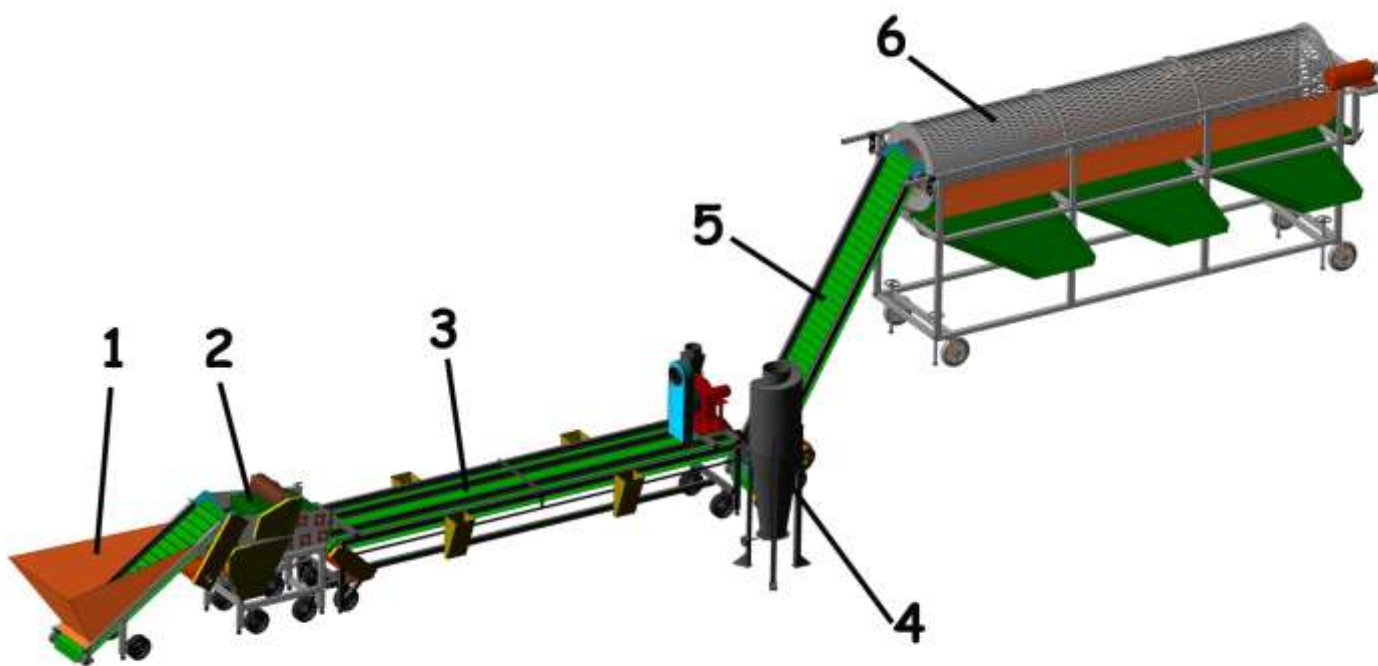
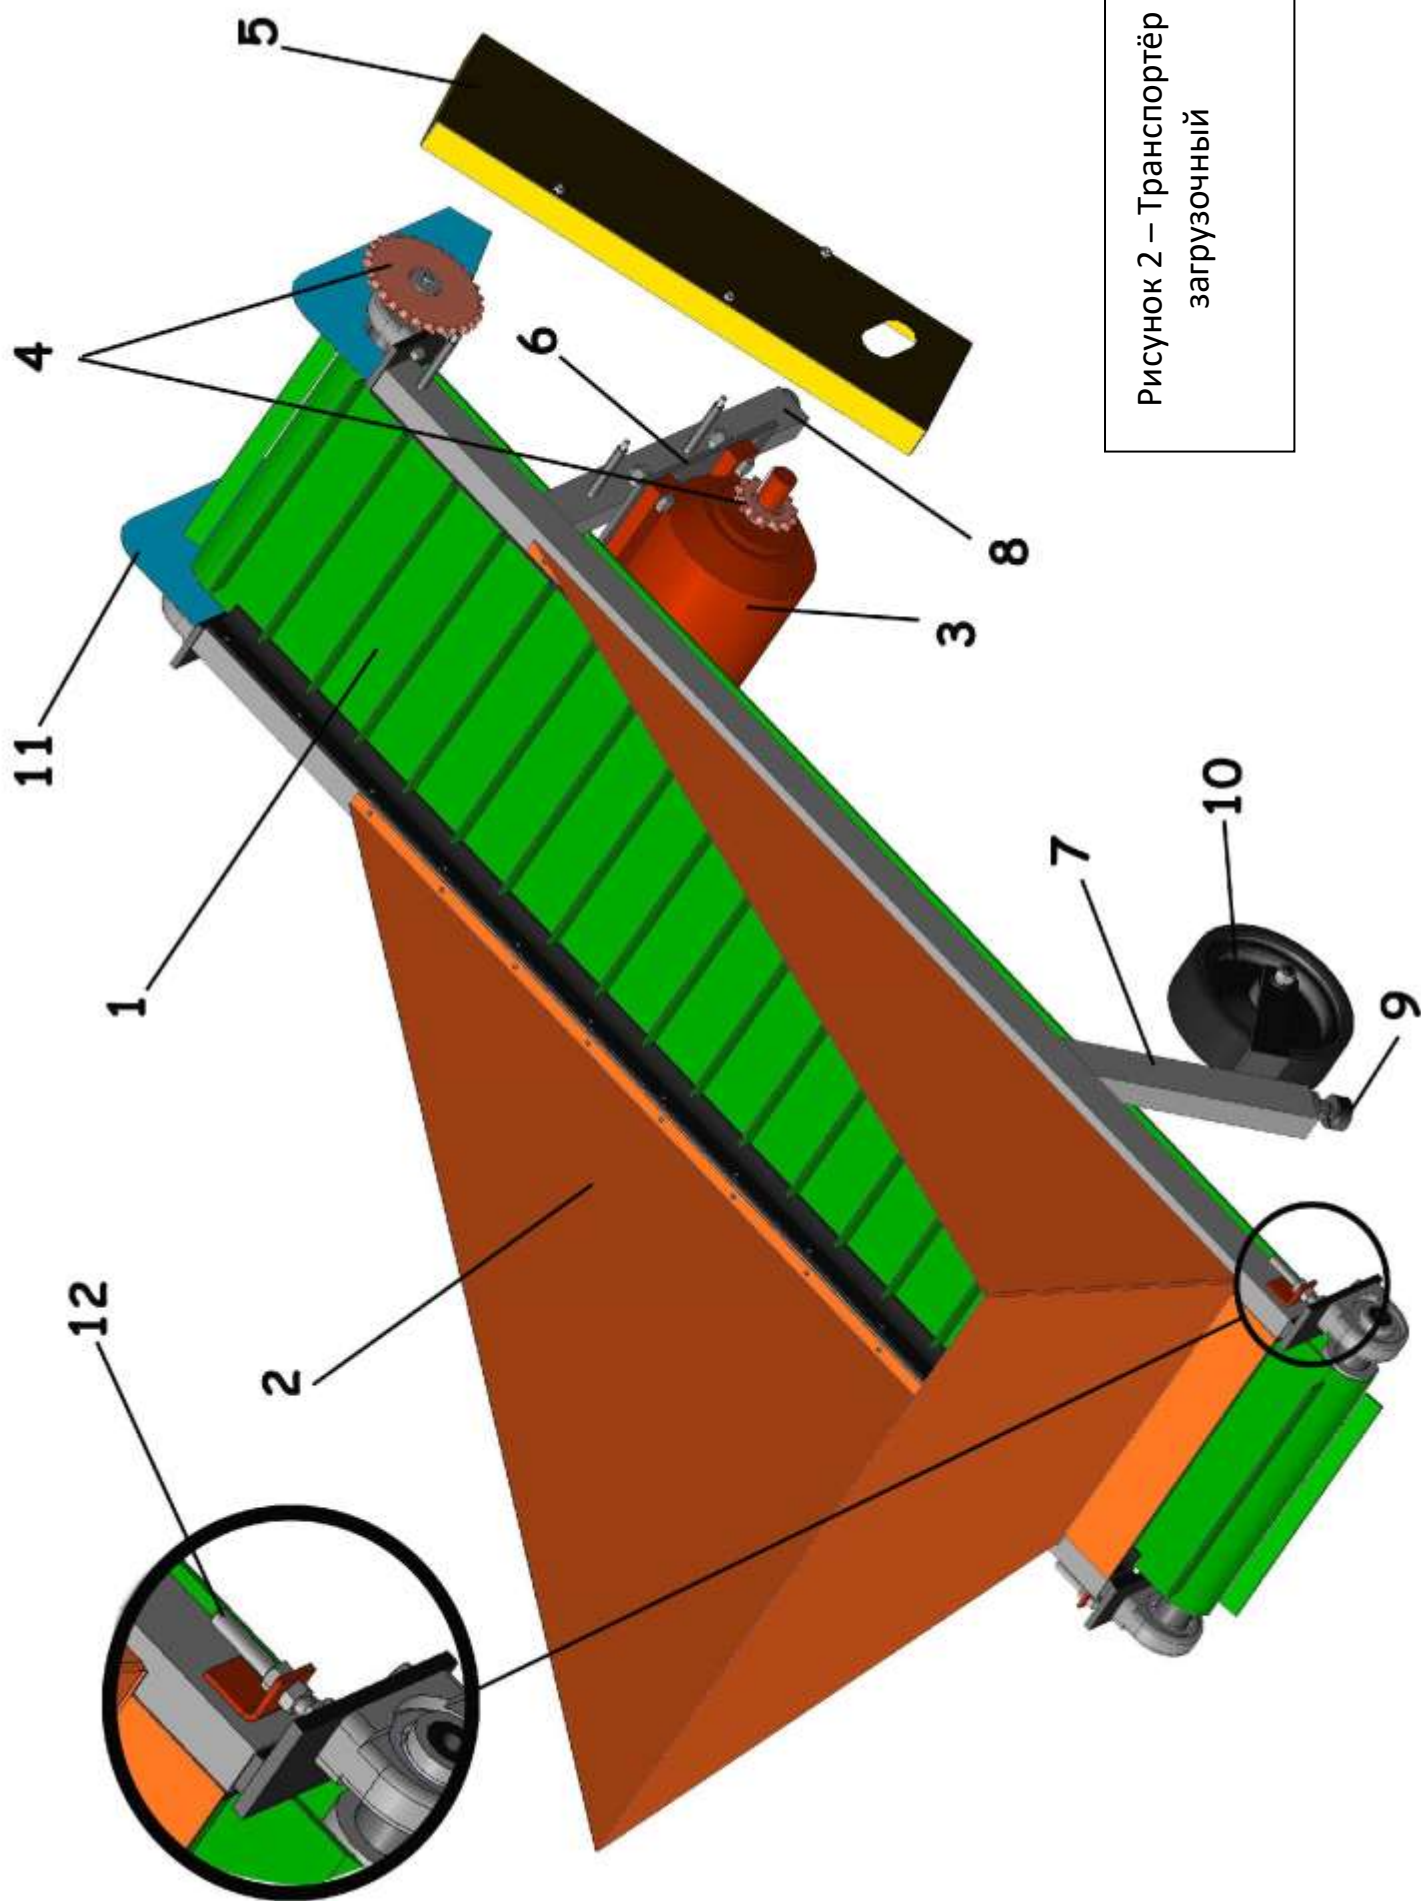
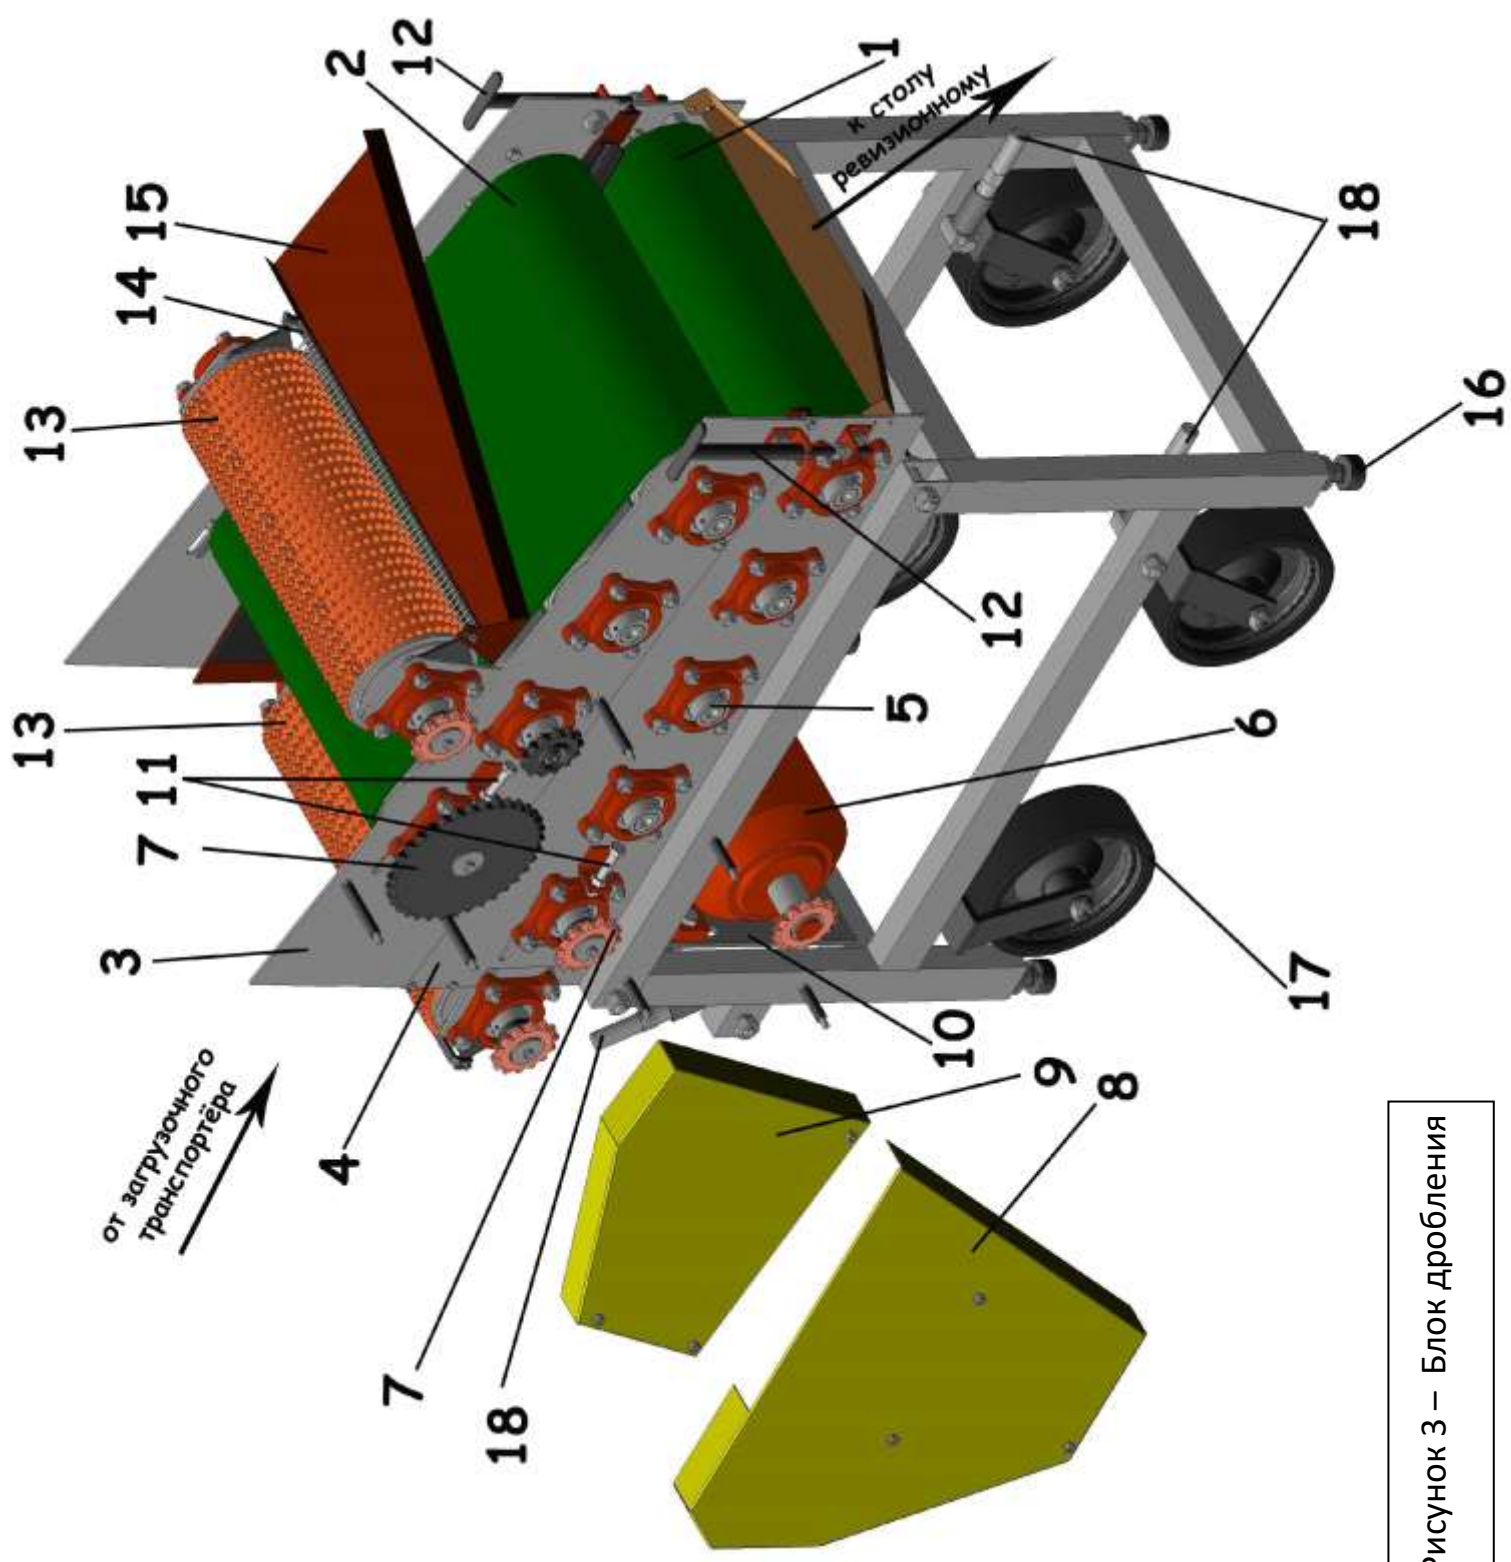
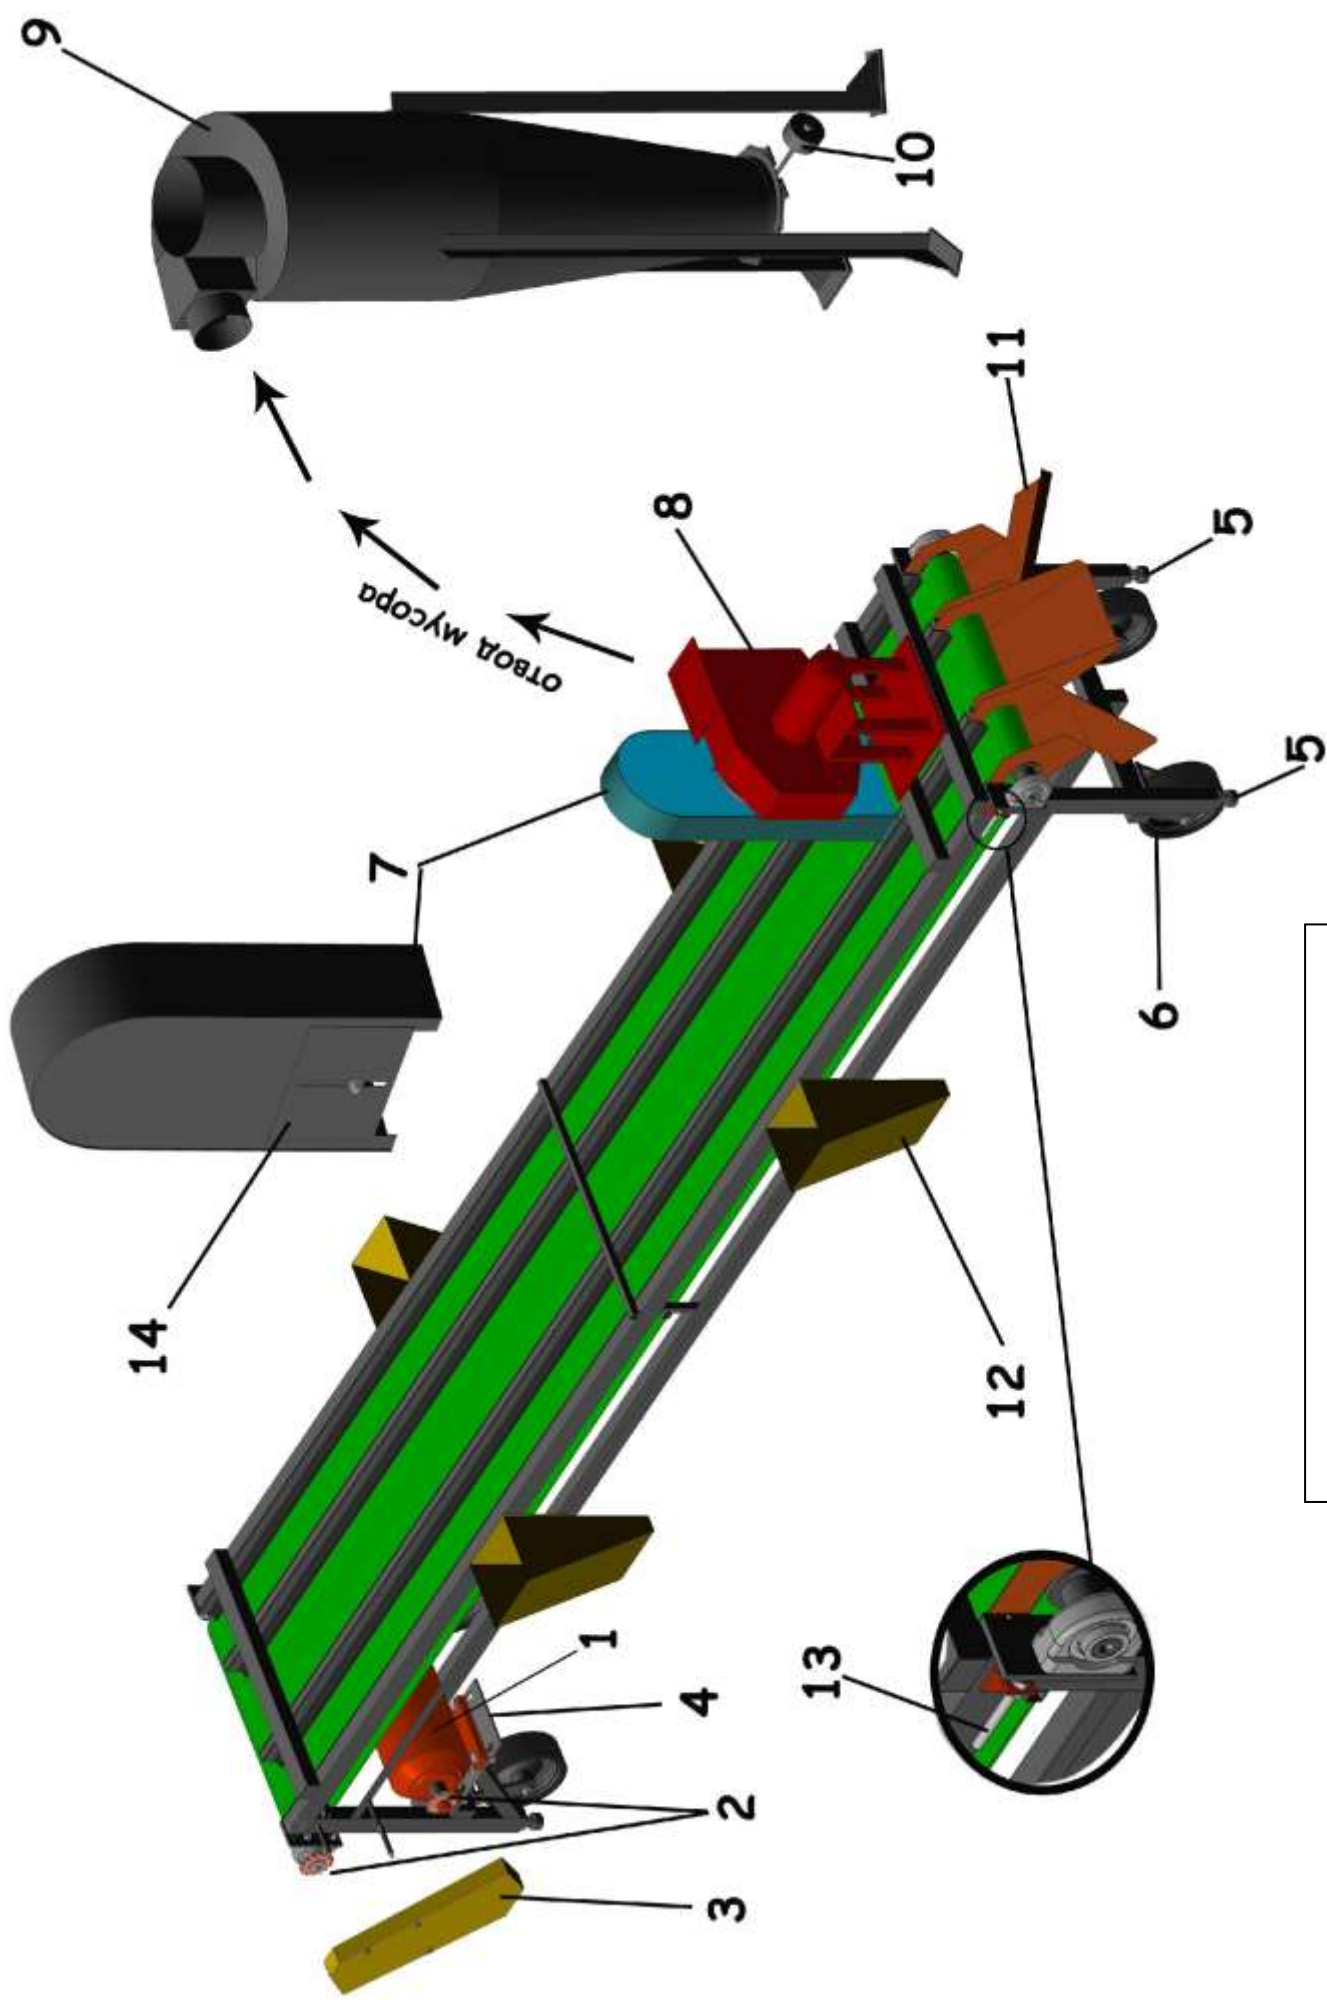

Рисунок 1 – Линия подготовки чеснока ЛПЧ.
Рисунок 2 – Транспортёр
Рисунок 3 – Блок дробления
Рисунок 4 – Стол ревизионный
1.1.1 Линия (рис.1) предназначена для послеуборочной обработки и подготовки к посеву чеснока, убранного механизированным или ручным способом.
3.1 Линия подготовки чеснока состоит из пяти отдельных агрегатов выстроенных в технологическую линию и объединённых единой системой управления (см. рис. 1):
перемещения мотор-редуктора 3 по пазам его установочной площадки 6. Для установки транспортёра-загрузчика в рабочее положение он снабжён четырьмя опорными балками, двумя нижними 7 и двумя верхними 8. Нижние опорные балки снабжены регулируемыми винтовыми опорами 9, которыми транспортёр устанавливается на площадку. Верхними опорными балками через регулируемое винтовое соединение транспортёр-погрузчик опирается на блок дробления (см. рис. 1). Для удобства транспортирования и монтажа на нижних опорных балках имеются колёса 10. В верхней части транспортёра-погрузчика имеется лоток 11, обеспечивающий подачу головок чеснока на ленту блока дробления. При помощи четырёх регулируемых опор 7 и 8 транспортёр-погрузчик выставляется таким образом, чтобы чеснок с ленты транспортёра попадал на ленту блока дробления. Натяжение ленты транспортёра-загрузчика осуществляется с помощью винта 12.
Ноги стола блока дробления снабжены регулируемыми винтовыми опорами 16, для удобства монтажа и транспортировки стол имеет колёса 17. Соединение блока дробления с загрузочным транспортёром и ревизионным столом (см. рис. 1) осуществляется при помощи регулируемых винтов 18.
На выходе стола имеется лоток 11, который направляет головки чеснока, движущиеся по центральному ручью, на транспортёр 4 (см. рис. 1) и далее в блок калибровки 5 (см. рис. 1), головки чеснока движущиеся по боковым ручьям отводятся в стороны и собираются в отдельную тару. По бокам стола имеется по два кармана для сбора отходов и мусора.
Стол устанавливается таким образом, чтобы зубчики чеснока выходящие из блока дробления попадали на центральный ручей. Этого добиваются стыковкой блока дробления с ревизионным столом талрепами 18 (рис. 3) и выставкой регулируемых винтовых опор 5 стола (рис. 4) и блока дробления 16 (рис. 3).
5.8 За транспортёром установить ревизионный стол (рис. 4) таким образом, чтобы лоток стола 11 находился по центру приёмного лотка транспортёра. Стол зафиксировать на регулируемых опорах 5, выставив при этом параллельно полу.
5.9 Установить циклон 9 (рис.4) и подсоединить с помощью гибкого рукава и хомутов к центробежному вентилятору 8 (рисунок 1).
5.10 Перед ревизионным столом установить блок дробления (рис. 3). Выгрузной лоток блока должен располагаться напротив центрального ручья ленты ревизионного стола.
Соединить ревизионный стол и блок дробления при помощи винтов 18 (рисунок 3) и установить блок дробления при помощи винтовых опор 16 параллельно площадке.
5.11 К блоку дробления при помощи винтов 18 (рис.3) присоединить загрузочный транспортёр (рис. 2). Винтами отрегулировать положение лотка 11 транспортёра–загрузчика относительно ленты блока дробления (головки чеснока после прохождения транспортёра должны попадать на ленту блока дробления).
Зафиксировать загрузочный транспортёр при помощи регулируемых опор 9 (рис. 2)
5.19 Отрегулируйте величину выходного сечения блока дробления в зависимости от размеров зубчиков головок чеснока при помощи двух регулировочных ручек 12 (рис. 3).
5.22 Проверьте качество очистки раздробленных зубчиков чеснока пылевым вентилятором. Регулировку величины воздушного потока производите опусканием-поднятием заслонки 14 (рис. 4).